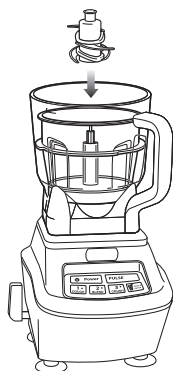

Fig. 2
- 6 Cuando termine de amasar, saque el tazón de la base del motor. (Fig. 2, Fig. 3)
- 3 Coloque el tazón chico alineando el vástago dentro del poste central. (Fig. 2)